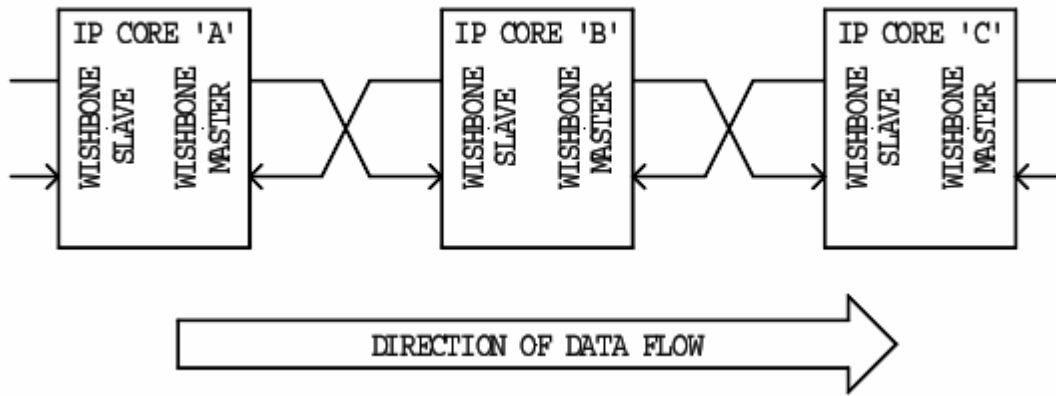

图 1-2 Wishbone 的 Data Flow 互连结构
- 数据流 (Data Flow) (图 1-2)，用于多个串行 IP 核之间的数据并发传输；